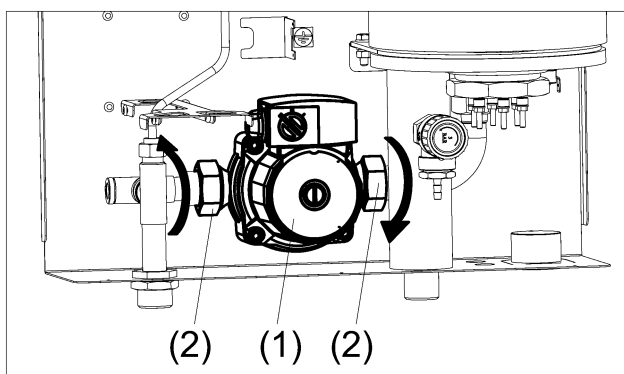

Рисунок 19. Замена циркуляционного насоса
- (1) Отсоедините провода, идущие от клеммника насоса.
- (2) Отверните резьбовые соединения трубопроводов (см. рис. 19).
- (3) Аккуратно извлеките насос.
- (4) Установите новый насос используя новый комплект уплотнительных колец.
- (5) Проверьте герметичность резьбовых соединений насоса.
- (6) Подсоедините провода к клеммнику насоса соблюдая полярность.